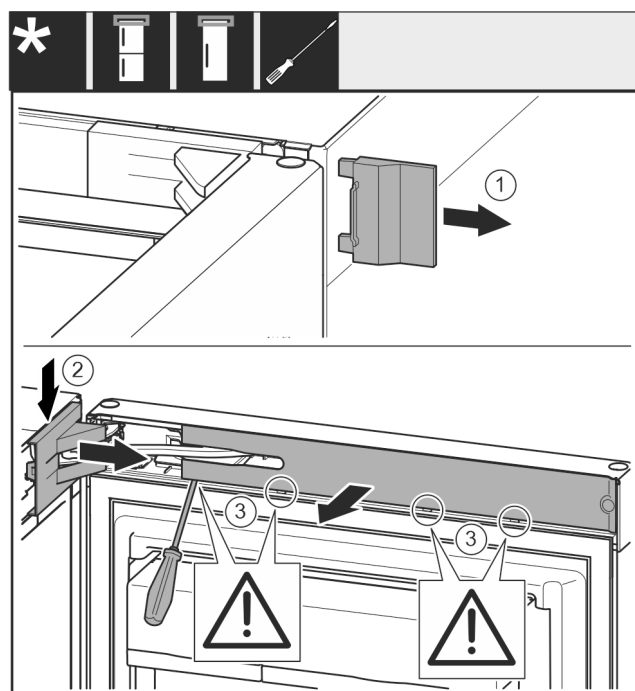

Fig. 7
- ▶ Retirar la cubierta exterior. Fig. 7 (1)
- ▶ Desencajar y soltar la cubierta del soporte de apoyo. Retirar la cubierta del soporte de apoyo. Fig. 7 (2)
- ▶ Desencajar el panel con el destornillador para tornillos de cabeza ranurada y moverlo a un costado. Fig. 7 (3)